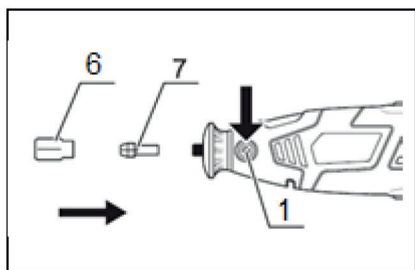

Рис.2
1. Удерживая нажатой кнопку блокировки шпинделя (1) установите нужную цангу (7) и не отпуская кнопку блокировки шпинделя затяните гайку цанги (6) по часовой стрелке (рис. 2).